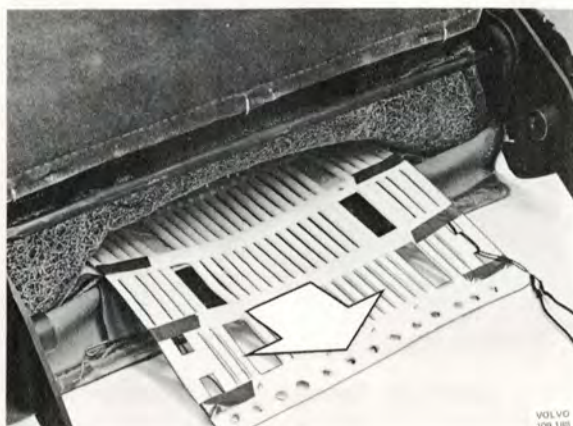

Bild 8-17. Demontering av ryggelement
- C. Häkta loss tygläppens plastkrokar och dra ut elementet, bild 8-17.